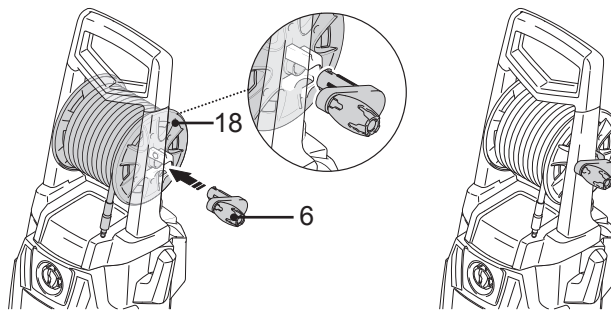

Fig. 3
3. Inserte el eje de la manivela (6) en el orificio previsto a tal efecto en el portamanguera (18) y empújela a fondo hasta escuchar un chasquido indicativo de que ha quedado encajada en su sitio (Fig. 3).